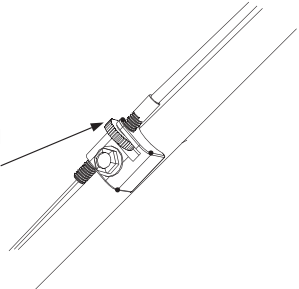

Figure 12
- Pour ajuster la tension, tournez la mollette de réglage à la main, voir la Figure 12. Tournez la mollette vers la gauche pour serrer et vers la droite pour le desserrer.